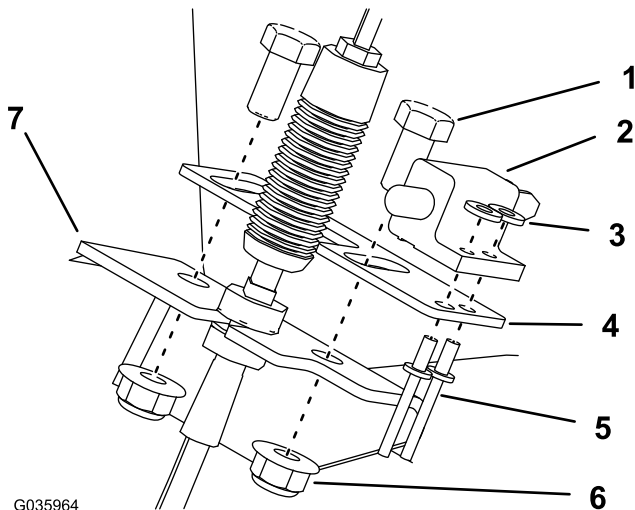

Bild 10
1. Befestigen Sie den Kupplungsschalter mit den zwei Blindnieten und zwei Flachscheiben (3/16") an der Halterung des Kupplungsschalters, wie in Bild 10 abgebildet.
2. Befestigen Sie den Kupplungsschalter und die Halterung für den Kupplungsschalter mit den zwei Schrauben (3/8" x 3/4") und zwei Muttern (3/8") an der Kupplungszughalterung, wie in Bild 10 abgebildet.